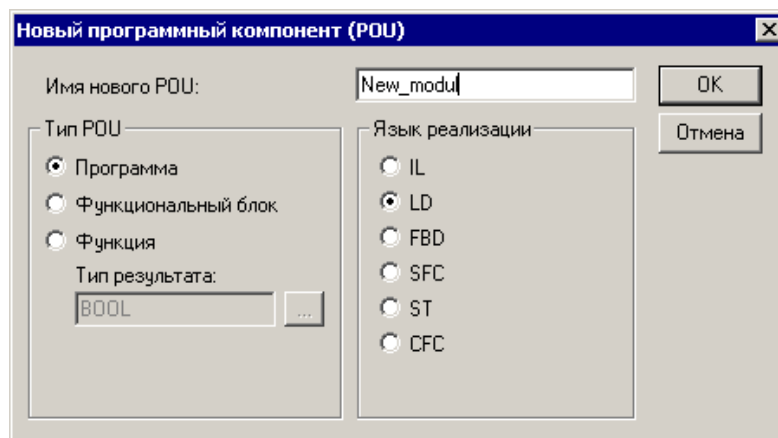

Рисунок 4.9 – Окно «Новый программный компонент (New Pou)»
- 2) В рамках проекта – создать объект типа «Функциональный блок» (например, см. рисунок 4.9).